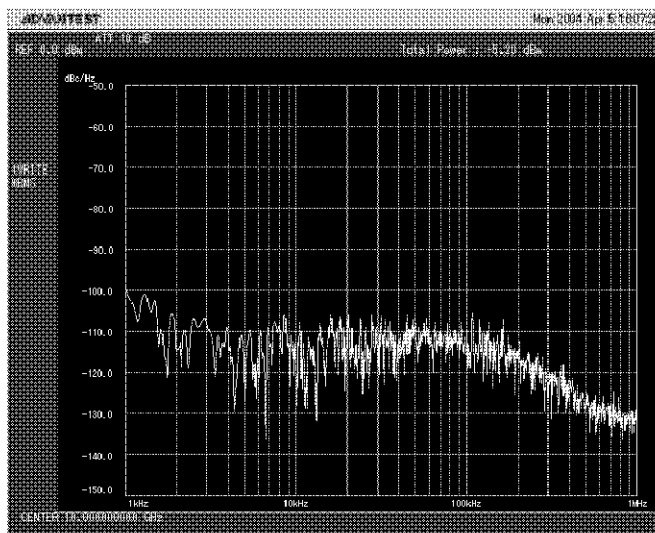

図 2-2 位相ノイズ表示
3. ファンクション・バーの **{MENU2}**, **{MEAS}**, ソフト・メニュー・バーの **Phase Noise** とタッチし、位相ノイズ測定機能をオンにします。図 2-2 のような波形が表示されます。